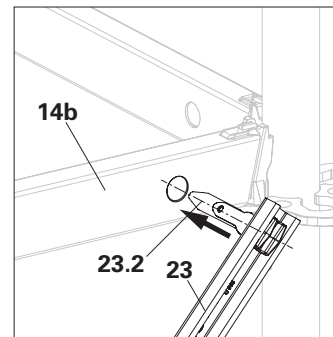

Fig. A4.08d
4. Inserire il perno girevole nel foro del corrente orizzontale superiore (**14b**). (Fig. A4.08d)